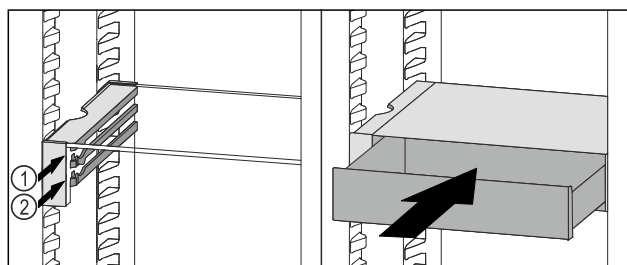

Fig. 78
- ▶ Nasad'te zásuvku VarioSafe za zářezky na požadovaném žebro Fig. 78 (1) nebo Fig. 78 (2).